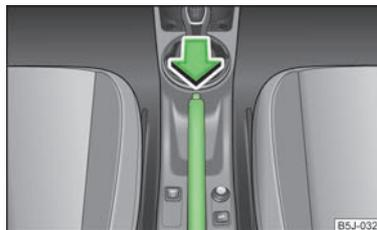

Fig. 77
- Tirare leggermente verso l'alto la leva del freno a mano e **contemporaneamente** premere il pulsante di blocco » fig. 77.